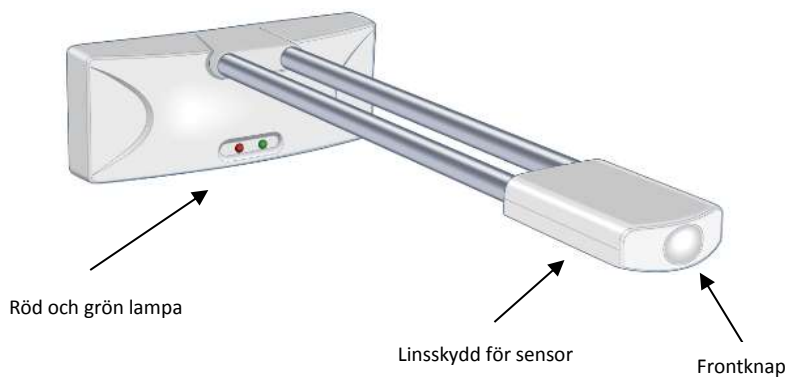

Fig. 2
- Öppna lämplig kabelöppning på väggfästet se fig.2
- Ta bort knockout för kabelgenomföring se fig. 2